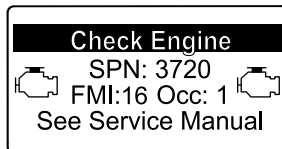

Figure 48
- Avertissement moteur SPN 3720, FMI 16 (Figure 48)